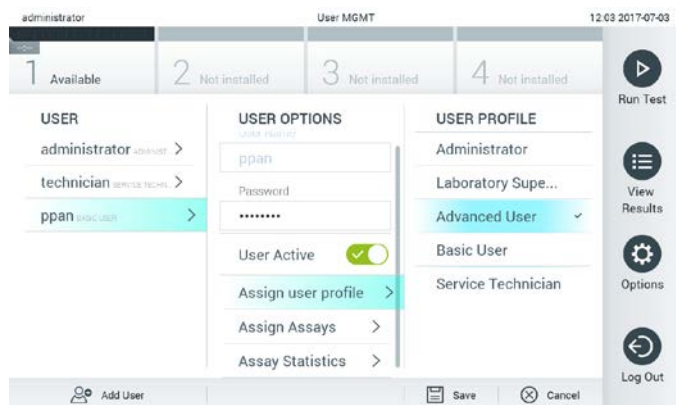

Рис. 53. Назначение пользователям профилей.
- **Assign User Profile** (Назначить профиль пользователя): Позволяет назначить пользователю новый профиль (напр., «Administrator» (Администратор), «Laboratory Supervisor» (Руководитель лаборатории), «Advanced User» (Продвинутый пользователь), «Basic User» (Пользователь базового уровня)). Выберите нужный профиль пользователя в списке в правой части области содержимого (рис. 53).